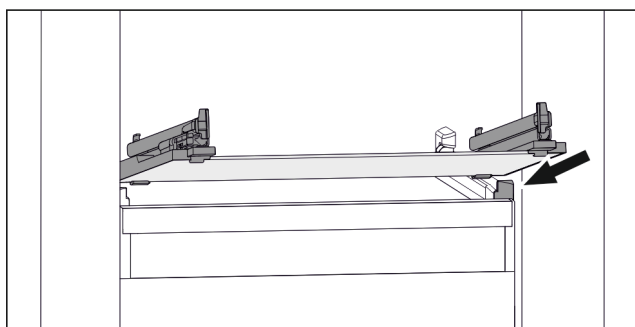

Fig. 122 Klaasplaadi näitlik kujutis
- Pange klaasplaat kaldu peatajate taga peale. (vt. Fig. 122)